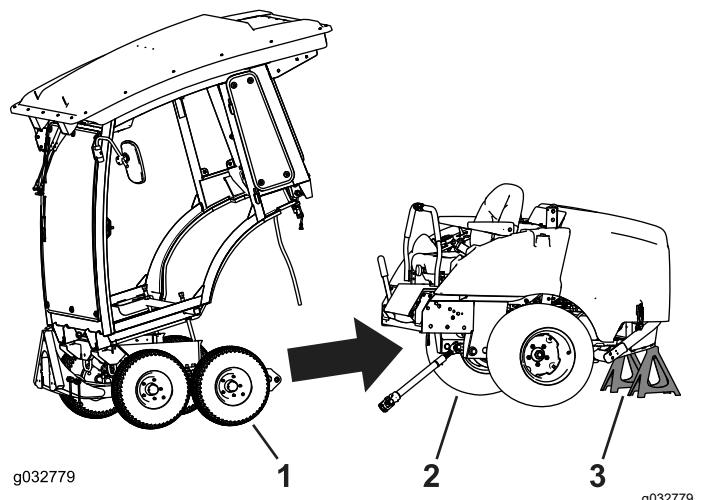

Figure 68
3. Utilisez des chandelles pour soutenir la machine (**Figure 68**).
1. Alignez le cadre d'hiver sur le cadre de la machine, et faites-le rouler en arrière (**Figure 68**).